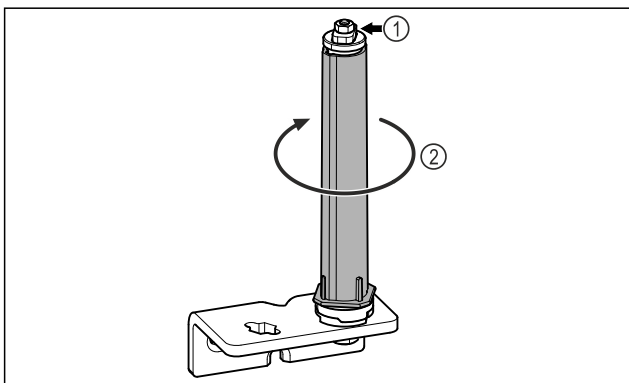

Fig. 28
- ▶ Nerozoberajte systém zatvárania dverí Fig. 28 (1).
- ▶ Otáčajte systém zatvárania Fig. 28 (2), kým nezacvakne.